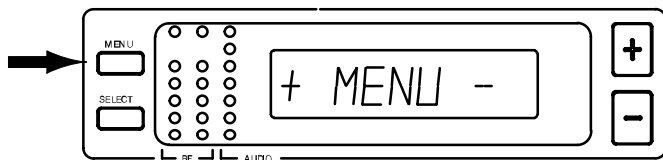

FIGURA 29
- Oprima el botón de MENU. La indicación “+ MENU –” aparece en la pantalla, como se muestra en la Figura 29.